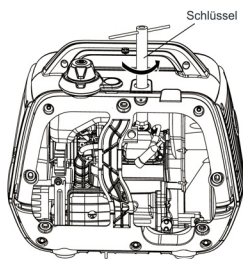

Fig. 15C
4. Verwenden Sie den Schlüssel aus dem Zubehör um die Zündkerze zu entfernen. (Fig. 15C).